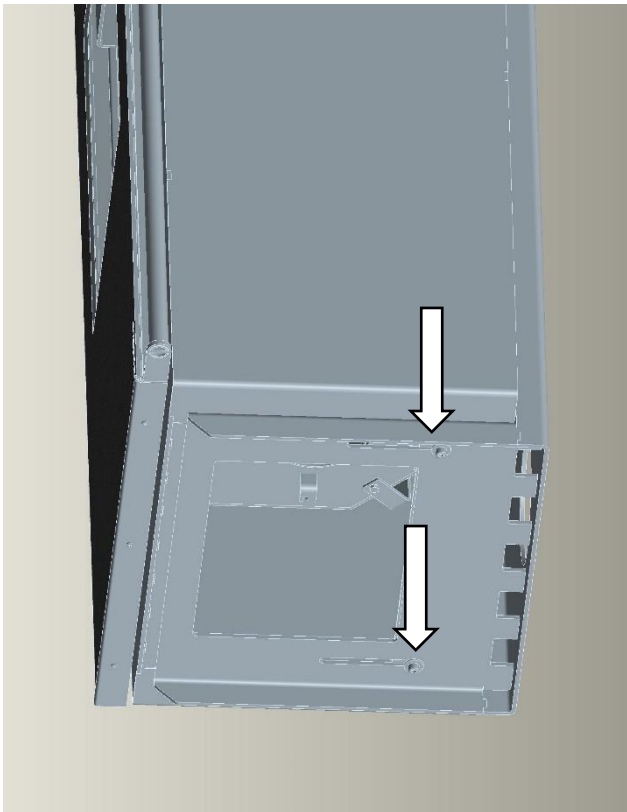

Fig. 8 : fixer le corps du poêle sur la fixation murale
4. Serrer 2 vis avec 1 rondelle chacune sur la partie inférieure de la fixation murale dans le corps du poêle. Ne pas serrer fermement les vis, mais effectuer seulement 4 à 5 tours, afin que le corps du poêle puisse encore être déplacé sur la fixation murale (Fig. 8).